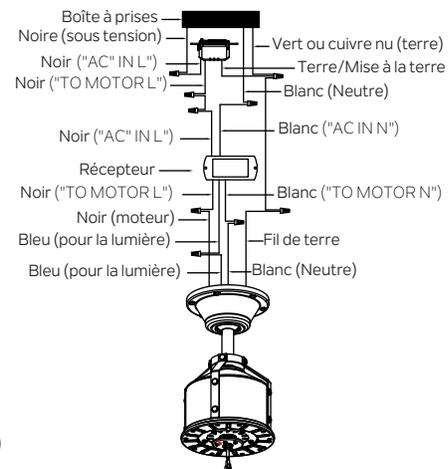

Fig. 13
Étape 2. Connexions électriques entre le moteur et le récepteur : Connecter le fil NOIR du ventilateur au fil NOIR marqué "TO MOTOR L" du récepteur. Connecter le fil BLANC du ventilateur au fil BLANC marqué "TO MOTOR N" du récepteur. Connecter le fil BLEU du ventilateur au fil BLEU marqué pour la lumière "FOR LIGHT" du récepteur. Sécuriser toutes les connexions de fils avec les connecteurs en plastique (fournis). (Fig. 13)
Étape 3. Connexions électriques du récepteur à distance à la boîte à prises : Connecter le fil NOIR (sous tension) du plafond au fil NOIR marqué "AC in L" de la commande murale. Connecter le fil BLANC (neutre) du plafond au fil BLANC marqué "AC IN N" du récepteur. Connecter le fil NOIR (TO MOTOR L) de la commande murale au fil NOIR marqué "AC in L" du récepteur. Sécuriser toutes les connexions de fils avec les connecteurs en plastique. (Fig. 13)
Étape 4. Si la boîte à prises a un fil de masse (vert ou cuivre nu), le connecter aux fils de mise à la terre du ventilateur : en l'absence de ce fil, connecter le fil de mise à la terre du ventilateur au support de montage. Sécuriser la connexion du fil avec l'écrou en plastique (fourni). Après avoir connecté les fils, les séparer de sorte que les fils verts et blancs se trouvent sur un côté de la boîte à prises et les fils noirs et bleus de l'autre côté. (Fig. 13)